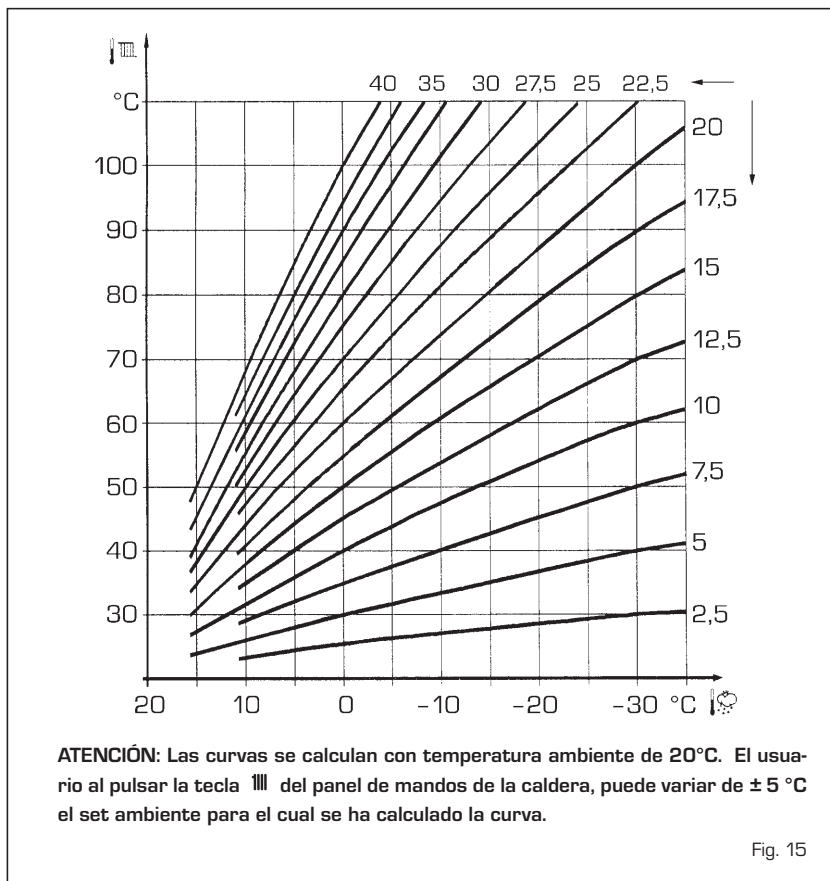

Fig. 15
3.4 Sonda externa conectada (fig. 15)
En caso de presencia de sonda externa, los ajustes de calefacción se obtienen de las curvas climáticas (PAR 12) en función de la temperatura externa y de todos modos se mantienen dentro del rango indicado en 3.2 (PAR 13 e PAR 14). La curva climática se puede seleccionar entre los valores de 3 y 40 (con pasos de 1). Aumentando la pendiente representada por la curva de la fig. 15, se incrementa la temperatura de impulsión de la instalación conforme a la temperatura externa.